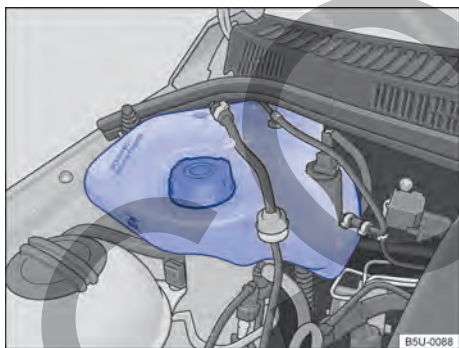

Fig. 171 En el compartimento del motor: depósito de gasolina para el sistema de arranque en frío.
El depósito de gasolina del sistema de arranque en frío se encuentra en el compartimento del motor, del lado derecho → fig. 171.
- Nunca sobrepasar la marca “MÁX” indicada en el depósito → fig. 171.